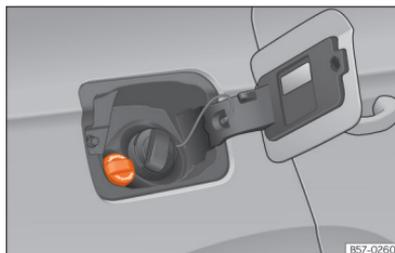

Fig. 190 Tampa do bocal de enchimento do reservatório de AdBlue®.
- Abrir a tampa do depósito »» Fig. 190.
- Gire o tampão de fecho do bocal de enchimento de SCR para a esquerda »» Fig. 190.